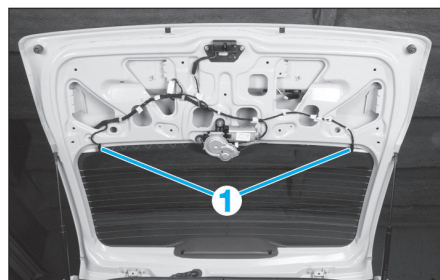

FIG. 6
- Débrancher les alimentations du dégivrage (1) (Fig.6).